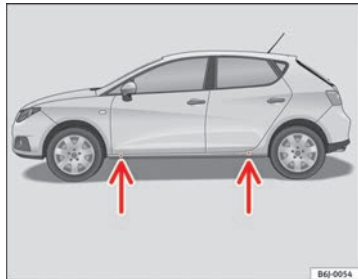

Abb. 140 Aufnahme-
- Suchen Sie den Aufnahmepunkt am Unterholm, der dem zu wechselnden Rad am nächsten liegt ⇒ **Abb. 140**.
Am Unterholm kennzeichnen jeweils vorn und hinten Eindrückungen die Stellen, an denen der Wagenheber angesetzt werden darf ⇒ **Abb. 140**. Es gibt für jedes Rad genau eine Stelle. An anderen Stellen darf der Wagenheber nicht angesetzt werden.